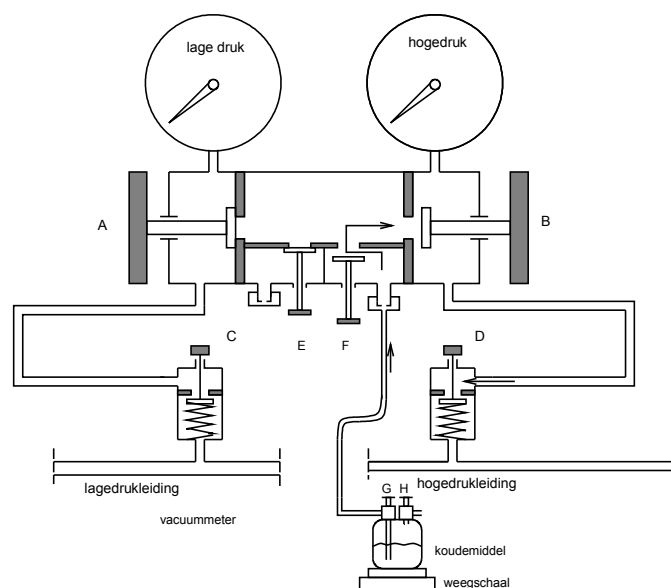

Fig. 14.1
2) Sluit de vulcilinder vanuit de vloeistofaansluiting en meterset aan op het aircosysteem. Zie fig. 14.1. Gewenste volgorde van het openen van de kranen: eerst kraan G, dan F en doseer met B (D open).